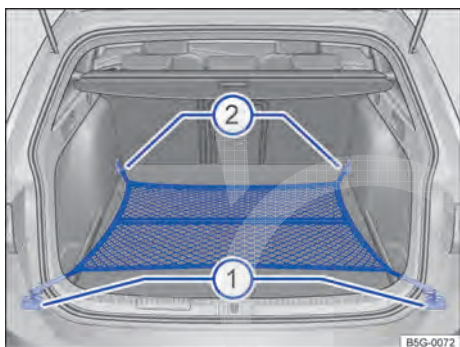

Fig. 185 No compartimento de bagagem: rede para bagagem presa de forma plana.
- Se for o caso, rebater o olhal de amarração dianteiro para fora → Fig. 185 ②.
- Prender os ganchos da rede para bagagem nos olhais de amarração ② → ⚠. O zíper da rede para bagagem deve estar voltado para cima.
- Prender o gancho da rede para bagagem nos olhais de amarração ①.